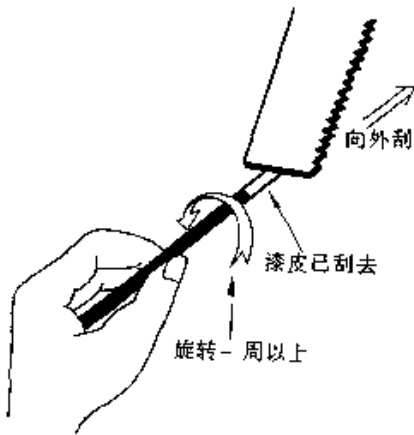
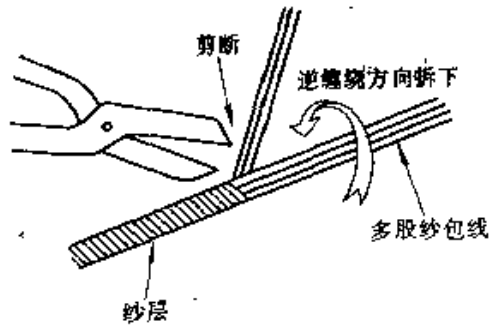

图 3-27
图 3-28
① 去除漆皮和纱层一般常用刀刮法,即用小刀或断锯条将漆皮刮掉,边刮边旋转漆包线一周以上,将线头四周的漆皮刮除干净,如图 3-27 所示。单股纱包线也可用此法,将纱层与漆皮一起直接刮去。
② 对于多股纱包线,应先将纱层逆缠绕方向拆至所需长度后剪掉,见图 3-28 所示,然后再按图 3-27 所示的方法刮去漆皮。